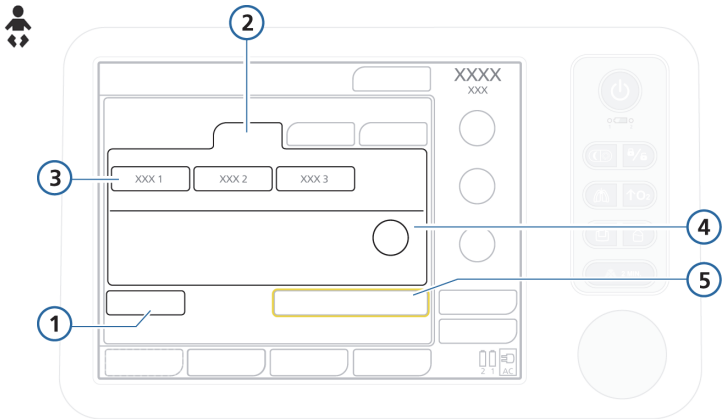

Figura 5-3. Janela Configuração do paciente/Standby (neonatal)
- **Neonatal.** Para pacientes neonatais (Figura 5-3). Consulte a Tabela 5-1 para os intervalos de idade e peso.